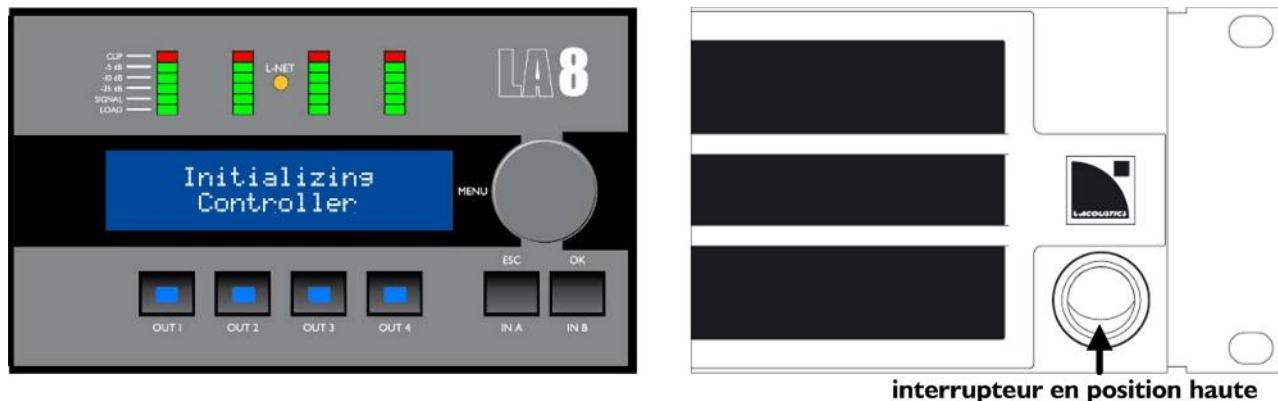

Figure 13 : Séquence de démarrage
- ▶ Presser l'interrupteur vers le haut pour allumer le LA8, voir la Figure 13.